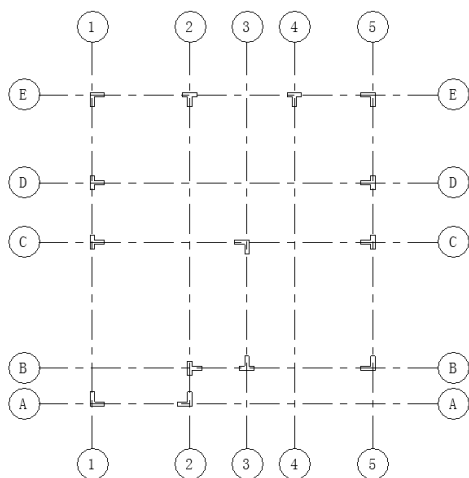

图 5-52 放置 Z2 柱子
(10) 重复“载入族”命令，载入 Z2 柱子，将其放置在如图 5-52 所示的位置，然后利用“旋转”命令调整位置。